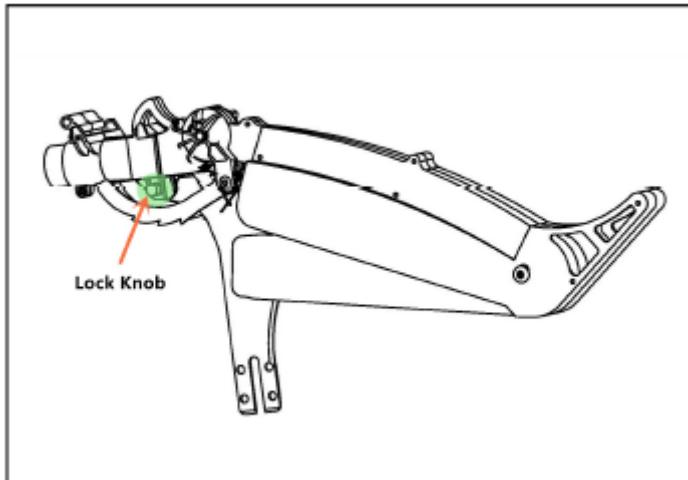

Рис.17
4. Наденьте защитный щит пильного диска на расклинивающий нож, затяните фиксирующую ручку. Рис. 17